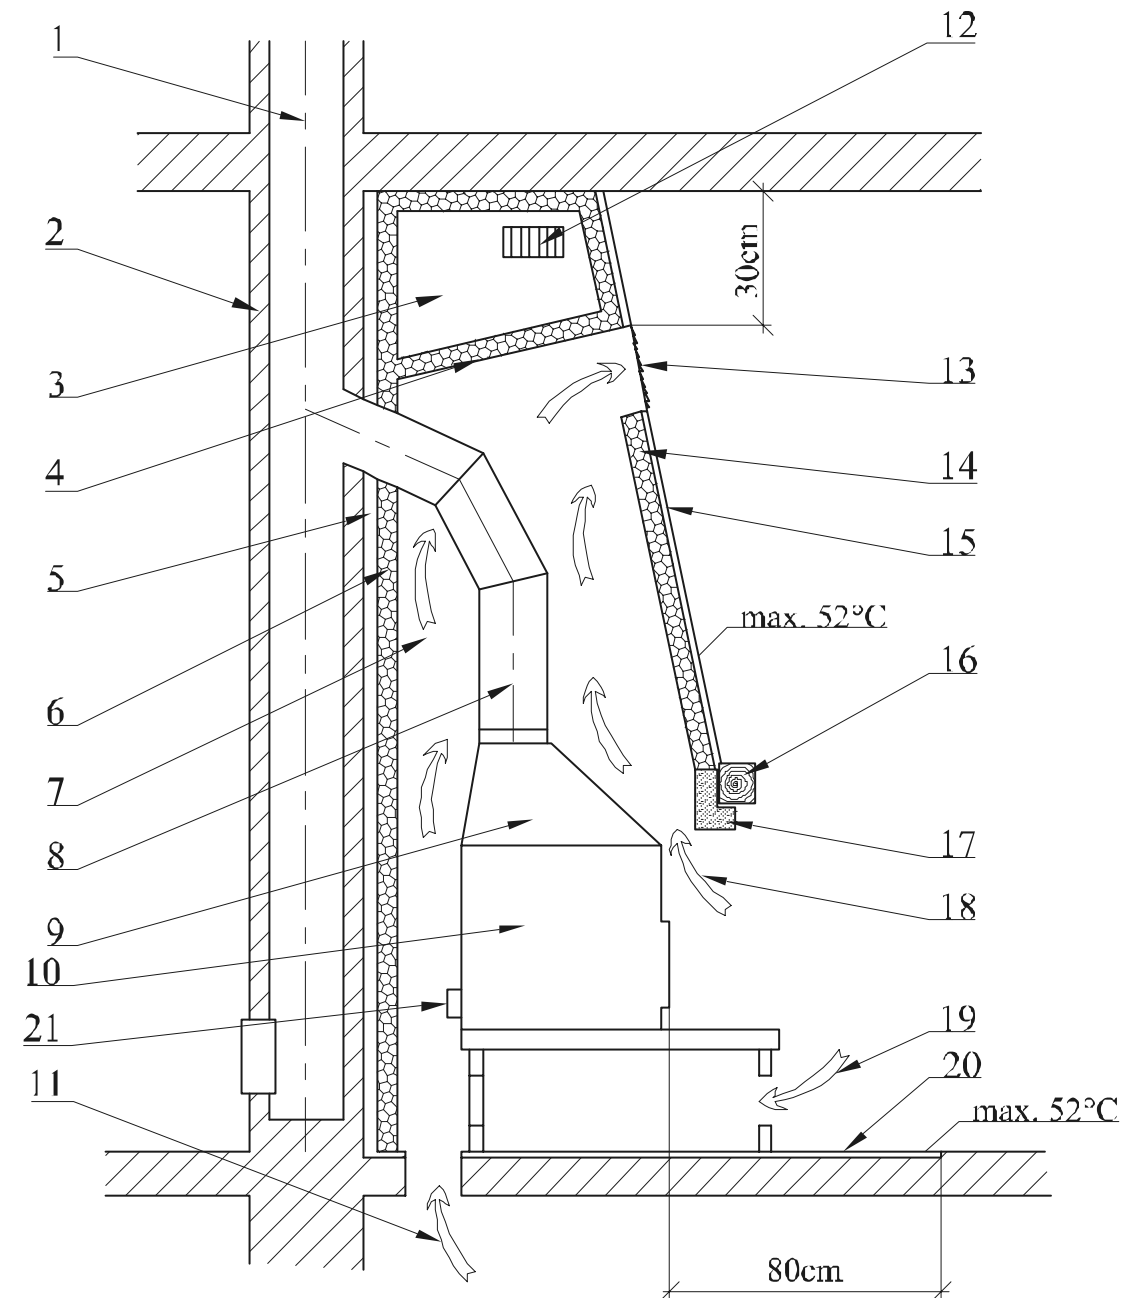

Fig. 2
La distanza di sicurezza minima tra il rivestimento degli stipiti delle porte o altre strutture architettoniche con simili funzioni in materiale infiammabile e l'installazione del condotto (compreso isolamento) è pari a **20cm**. La distanza minima dagli altri componenti strutturali in materiale infiammabile è pari a **40cm** (vedi fig. 2) ai sensi della norma **ČSN 06 1008/1997**. Trattasi di materiale edile di classe di infiammabilità **B, C1 e C2** ai sensi della
5. L'uscita dell'aria di convezione riscaldata deve essere ad almeno **30cm** al di sotto del soffitto (fig. 2).
6. Al di sopra dell'uscita dell'aria di convezione riscaldata è necessario che vi sia un soffitto in materiale non infiammabile. La sua temperatura non può superare i **50°C**. Pertanto il soffitto o controsoffitto deve essere isolato contro gli effetti dell'azione del calore proveniente dal caminetto attraverso uno schermo dotato di almeno un'apertura non completamente chiudibile con griglia (fig. 2) oppure mediante uno strato sufficiente di isolamento termico.